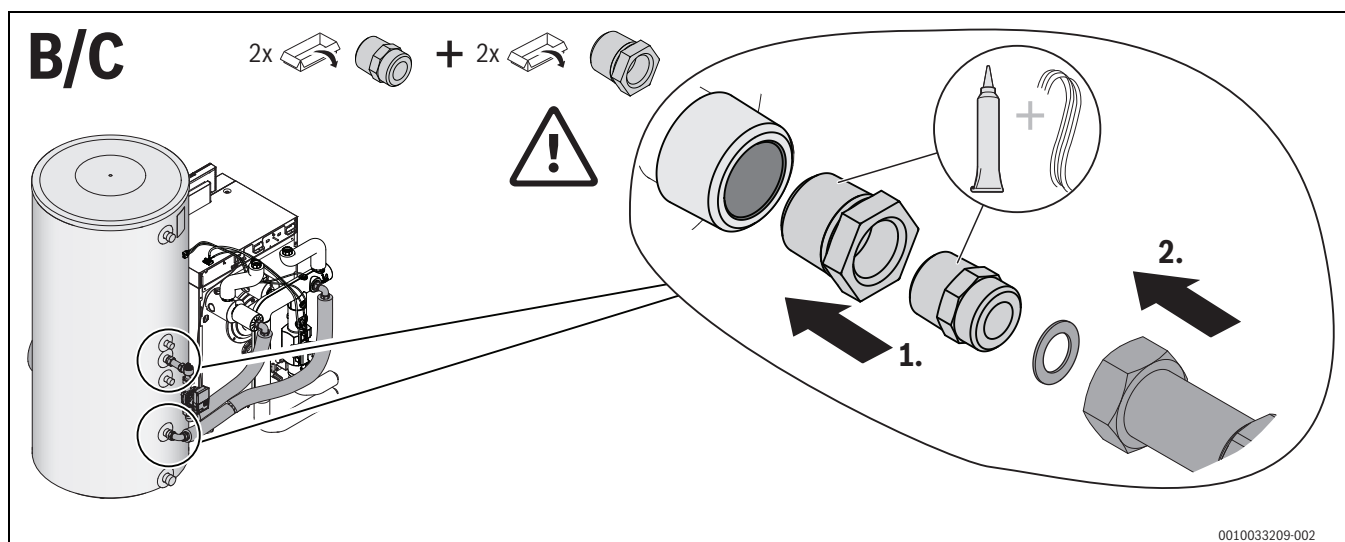

Bild 15 Montage Speicherverbindung stehender Speicher, Varianten B und C
- ▶ Rohrgruppe entsprechend der vorgesehenen Varianten (→Bild 13 – Bild 15) montieren (→separate Installationsanleitung des Speicherverbindungs-Sets beachten); **Varianten B, C.**